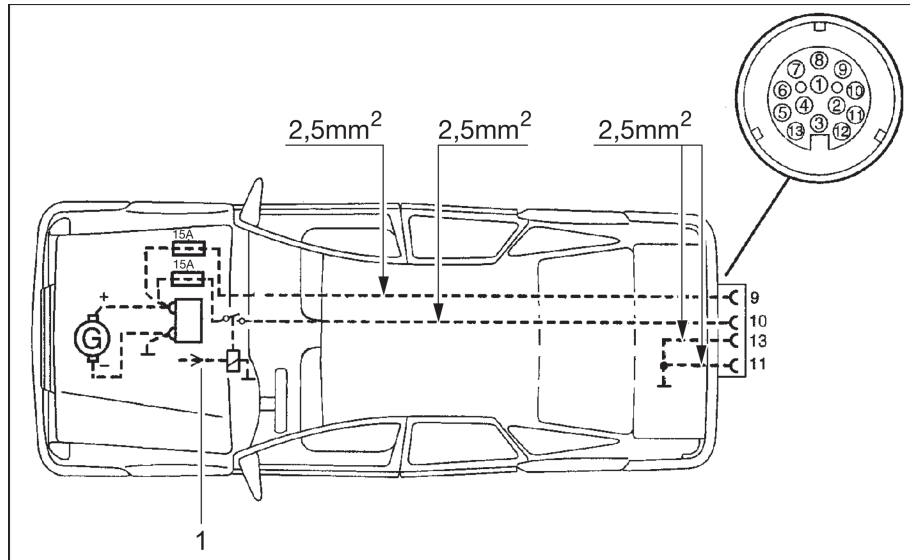

Fig. 96 Plano de instalación del vehículo tractor (Conjunto Autark)
- ▷ Vuelva a reequipar el vehículo tractor con la sección de cable correspondiente y un relé para la alimentación de corriente (controlada mediante encendido) (véase Fig. 96).